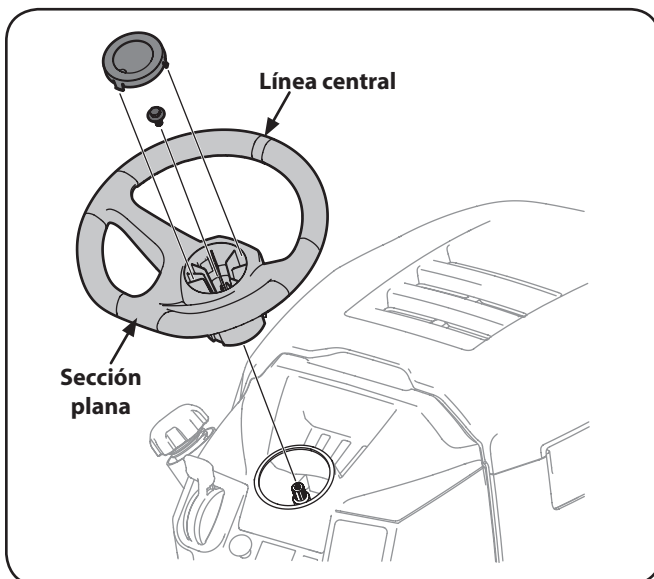

Figura 3-8
1. Con las ruedas del tractor apuntando recto hacia adelante, alinee el volante usando la línea central de la parte delantera del volante que apunta hacia adelante y la sección plana del volante orientada hacia el asiento, coloque el volante sobre el árbol de la dirección. Consulte Figura 3-8.